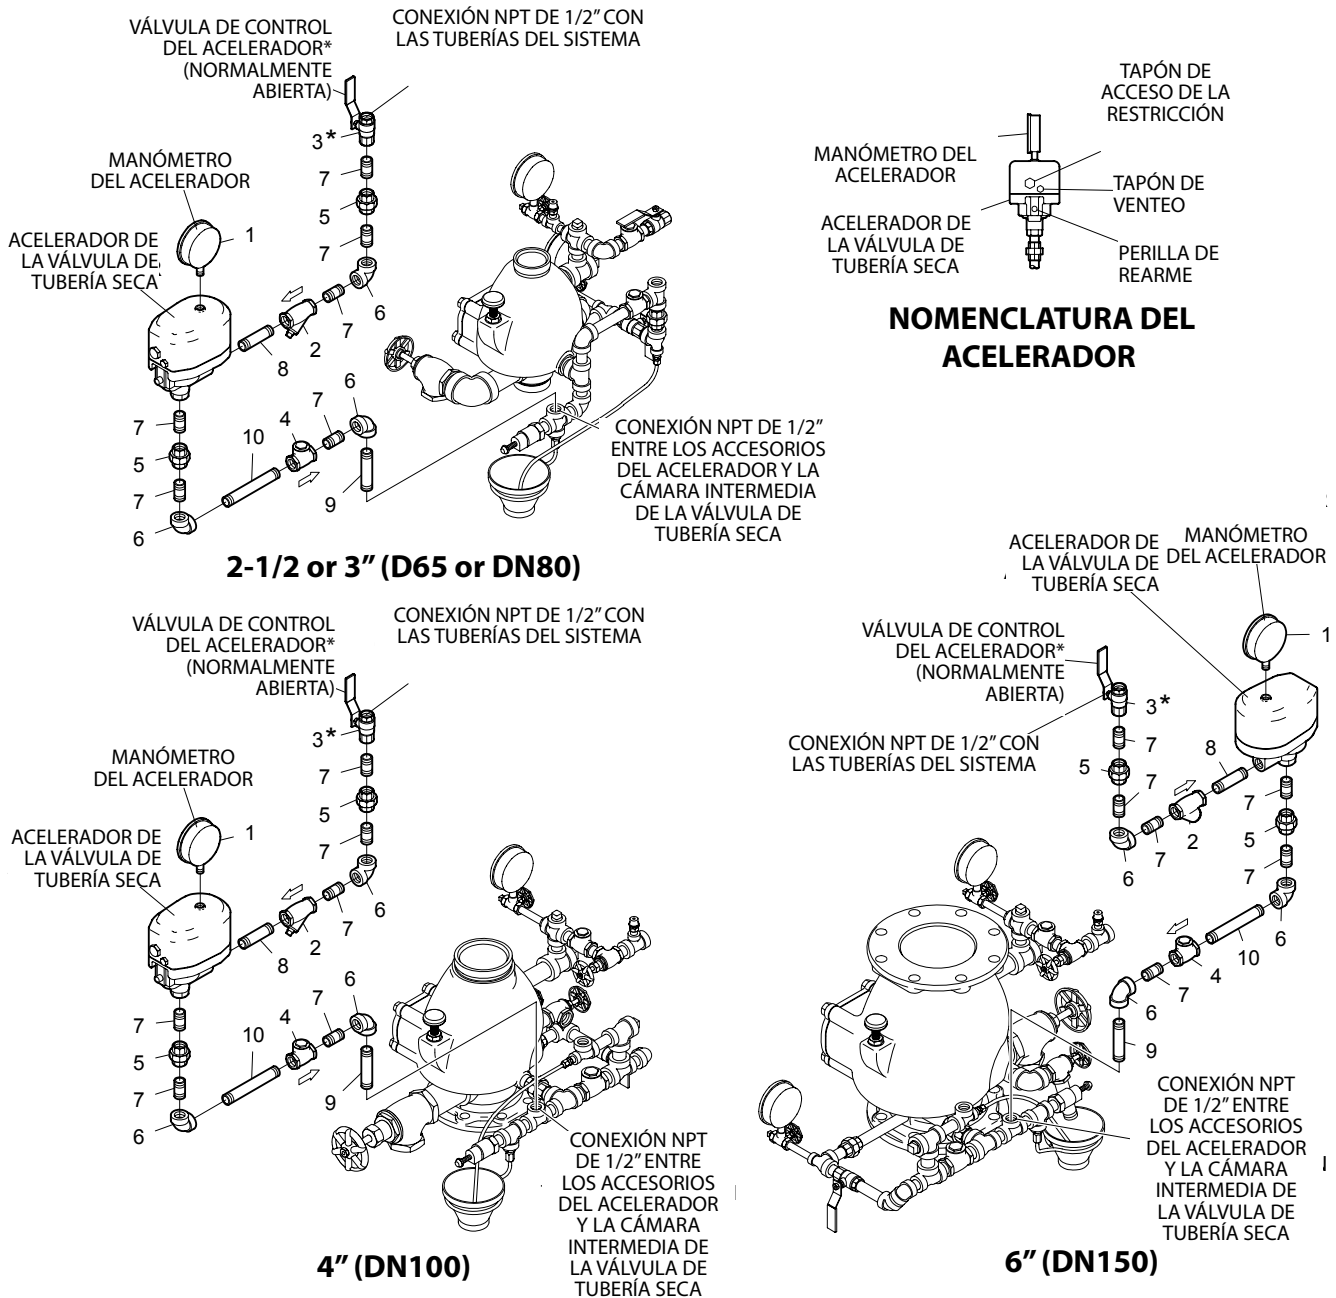

FIGURA 4
La conexión con las tuberías del sistema de la figura 4 debe estar situada de manera que el agua superflua no fluya hacia las tuberías del acelerador, y en un punto por encima del nivel máximo esperado del agua superflua/condensada.
Paso 1. El acelerador se debe colocar verticalmente y estar instalado en la disposición mostrada en la figura 4. Aplique moderadamente sellante de roscas de tubería únicamente a las roscas macho.